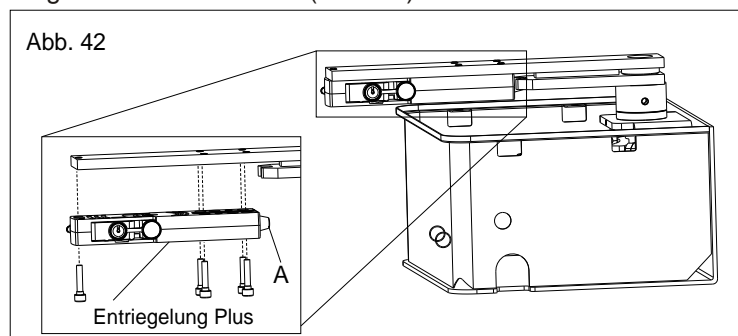

Abb. 42
**13.2.** Den Aufhängungsstift (A) gut schmieren und das Entriegelungssystem unter den Flügelsatz mit Hilfe der 5 mitgelieferten Schrauben (Abb. 42) montieren.